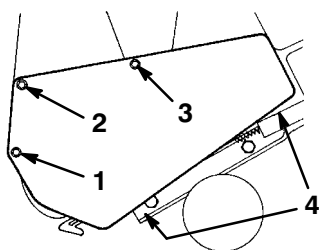

Figure 26
6. Enlevez les trois vis autotaraudeuses, les deux vis d'assemblage, la rondelle et les deux contre-écrous qui fixent le carter au châssis de la déneigeuse (Fig. 26). Mettez le carter de la courroie d'entraînement de côté.